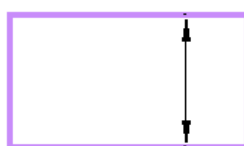

Рисунок 2.1 – Пример правила: ширина элемента слоя
- ширина элемента слоя (Рисунок 2.1);